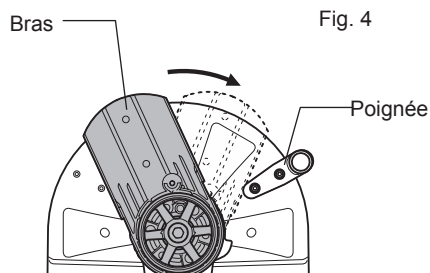
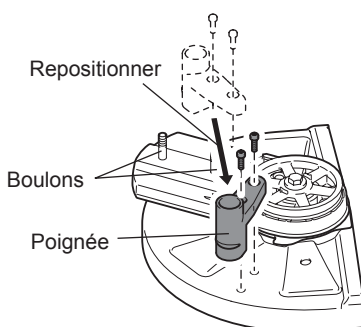

Fig. 4
Fig. 5
- Faites pivoter le bras jusqu'à ce qu'il touche la poignée, puis remplacez manuellement l'arbre de verrouillage à sa position initiale. (Fig. 4) Remplacez la poignée. (Fig. 5)